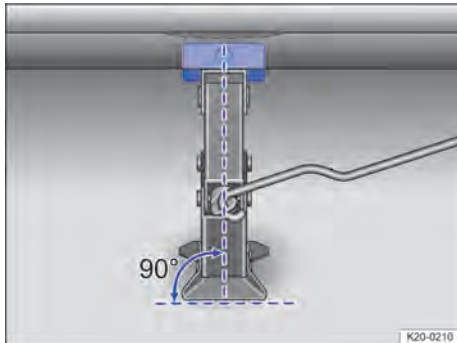
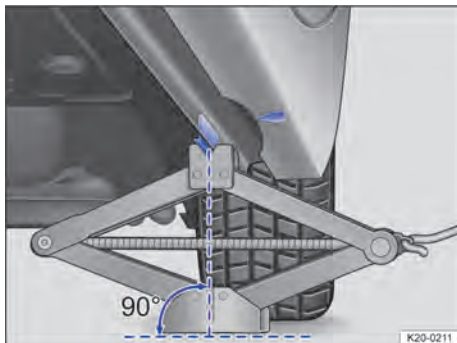

Abb. 236 Korrekte Ausrichtung des Wagenhebers.
Abb. 237 Korrekte Ausrichtung des Wagenhebers.
4. Sicherstellen, dass der Wagenheberfuß mit der ganzen Fläche sicher auf dem Boden steht und sich der Wagenheberfuß lotrecht genau unter dem Aufnahmepunkt befindet → Abb. 236 und → Abb. 237.
5. Wagenheber ausrichten und gleichzeitig die Wagenheberklauwe weiter hochkurbeln, bis die Klauwe den Wagenheber-Aufnahmepunkt unter dem Fahrzeug → Abb. 237 umfasst.
- Setzen Sie den Wagenheber nur an den beschriebenen Aufnahmepunkten an. Die Klauwe des Wagenhebers muss den Steg des Unterholms sicher umfassen → Abb. 237.